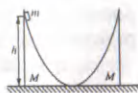

Рис. 4
14. Два подвижных клина одинаковой массы M имеют плавные переходы на горизонтальную плоскость (см. рис. 4). С левого клина соскальзывает шайба массы m с высоты h . На какую максимальную высоту $h_{\text{макс}}$ шайба поднимается на правом клине? Трение пренебречь.